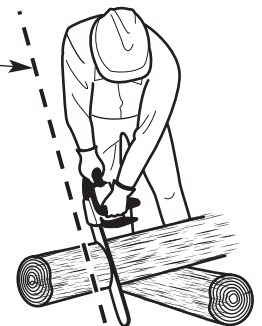
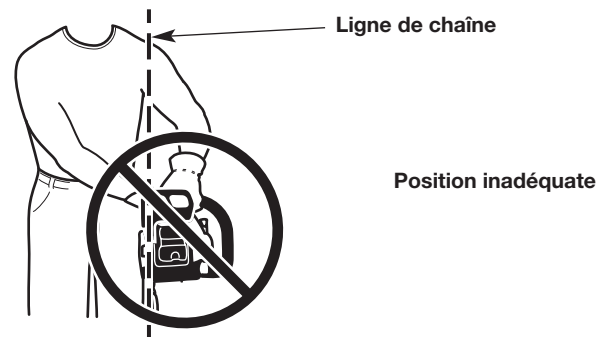

Fig. 10
Fig. 11
**AVERTISSEMENT** : Utiliser toujours les placements de main précisés ci-dessous que l'opérateur soit gaucher ou droitier. Cela aidera à garder l'opérateur légèrement à gauche de l'appareil et à l'écart de la ligne directe de la chaîne en cas de rebond (Fig. 10 et Fig. 11). Toujours garder toutes les parties du corps à la gauche de la ligne de chaîne.